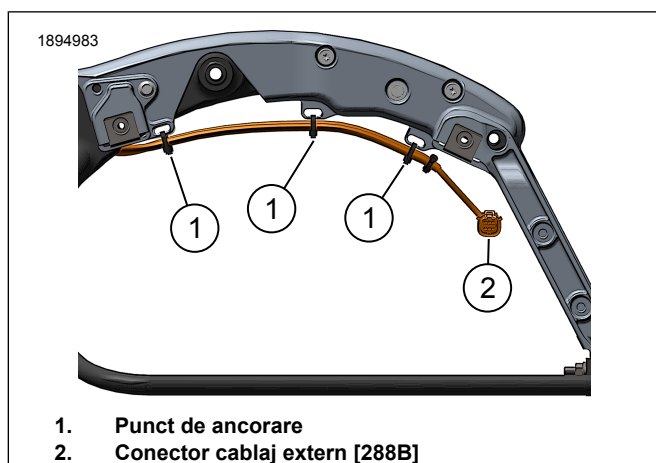

Figura 6. Direcționarea cablajului (stânga)
- a. A se vedea figura 6. Conectați și direcționați cablajul extern de-a lungul șinei din stânga a cadrului spate. Folosind curelele de cablu instalați lejer cablajul la punctele de ancorare (1). Nu strângeți curelele de cablu.